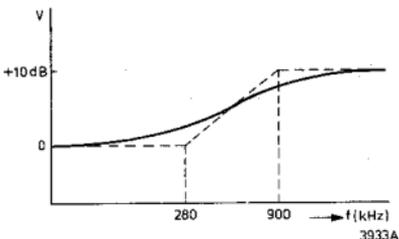

Fig. II-7
- In Abb. II-7 ist der Frequenzgang der Pre-emphasis-Stufe dargestellt.